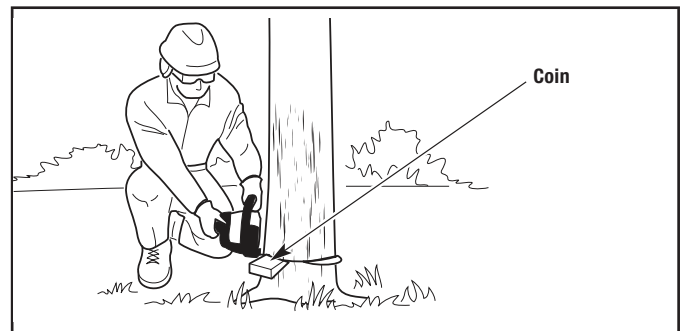

Figure 13
3. Pendant le trait d'abattage, observez de temps à autre la cime de l'arbre pour s'assurer qu'il tombera dans la direction souhaitée. Si l'arbre commence à tomber dans le mauvais sens ou si la scie est pincée ou bloquée pendant la chute, retirez la barre de guidage de la coupe, arrêtez la scie à chaîne et utilisez des coins pour ouvrir la coupe et diriger la chute de l'arbre (Fig. 13). Utilisez uniquement des coins en plastique ou en bois. Insérez les coins dans la coupe lentement. Une fois que les coins sont en place et que la coupe est bien ouverte, réinsérez soigneusement la barre de guidage et continuez la coupe ou encore enfoncez les coins pour pousser l'arbre davantage.